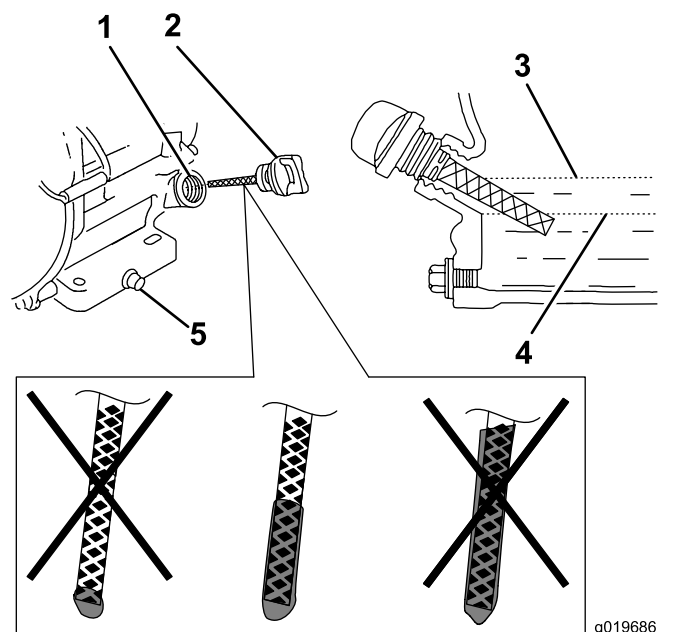

Figura 7
3. Limpie alrededor de la varilla para impedir que caiga suciedad por el orificio de llenado y cause daños en el motor (Figura 7).
Nota: El aceite debe llegar a la marca del límite superior (Figura 7).